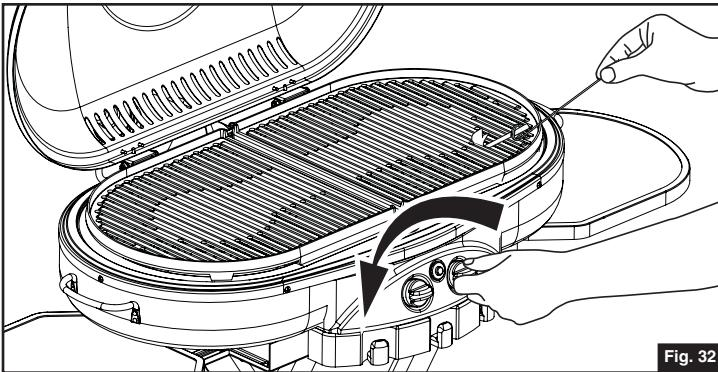

Fig. 32
1. Frottez et placez une longue allumette en bois enflammée (vous pourriez aussi employer la rallonge ou encore un allumeur à butane pour barbecues) dans les interstices des grilles, à proximité des trous du brûleur. (Fig. 32)